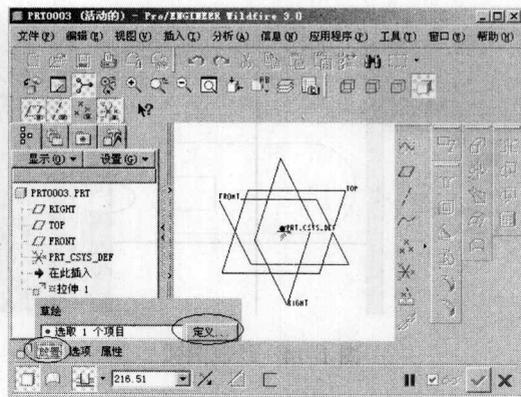

图 1-11 操控板选择
- (2) 出现操控板后，单击【放置】选项，再单击【定义】按钮，如图 1-11 所示。